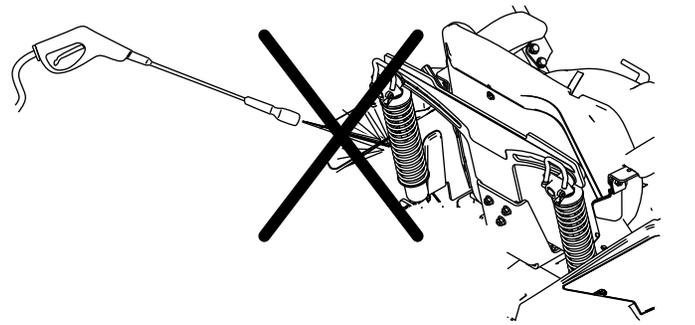

図 106
**注** 圧力洗浄機水でショックアセンブリ清掃しないでください 図 106。